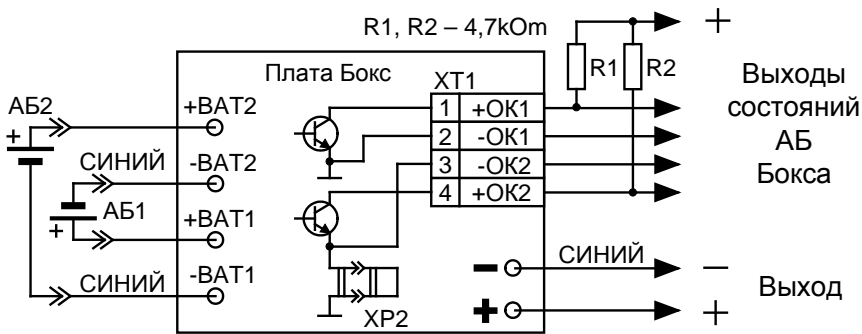

Рис.3
– с помощью двух выходов «ОК» (типа «открытый коллектор») при подключении к другим источникам питания и контролем состояния АБ Бокса внешними устройствами (схема подключения Рис.3). Максимально допустимые напряжение и ток коммутации выходов «ОК» – 30 В, 100 мА.
2.2.5 Порядок подключения к другим источникам питания и внешним устройствам (схема рис.3).
1) Подключить провода кабеля, идущего от интерфейсного разъема ХТ1 Бокса, к соответствующим клеммам внешнего контролирующего устройства (КУ) согласно схеме приведенной на Рис.3. Резисторы R1, R2 могут быть в пределах 4,7...30 кОм и выбираются пользователем в зависимости от характеристик (КУ), например, из состава ЗИП (КУ).
2.3.2 При подключении Бокса по схеме на рис.3 Бокс производит тестирование батарей по внутреннему алгоритму в автономном режиме. Состояние выходов ОК1 и ОК2 соответствуют таблице 1.